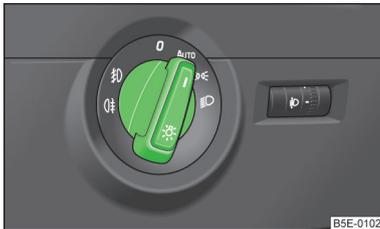

Abb. 30
- ✓ Der Lichtschalter befindet sich in der Stellung 0 oder AUTO » Abb. 30 auf Seite 59.
Ist der Lichtschalter in der Stellung **AUTO** » Abb. 30, schalten sich das Stand- und Abblendlicht sowie die Kennzeichenleuchte automatisch ein bzw. aus.
- » Den Lichtschalter in Stellung **AUTO** » *Abb. 30* auf Seite 59 drehen.